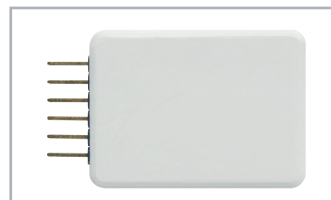
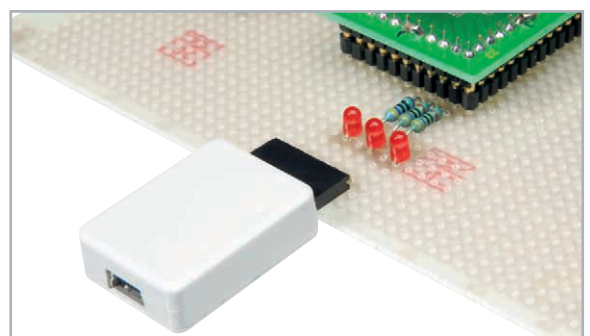

Bild 8: UM 2102 im bearbeiteten Gehäuse
Bild 9: Auch im Gehäuse lässt sich das Modul noch flexibel einsetzen.
- Optional kann man das Modul auch in das Gehäuse DRO3 (Artikelnr.: JB-760-12) einbauen (siehe Abbildung 8). Dafür wird ST 2 mit einer abgewinkelten Stiftleiste bestückt und Aussparungen für die USB-Buchse und die Stiftleiste in das Gehäuse gefräst. So kann das Modul wie ein eigenständiger USB-UART-Umsetzer benutzt, aber auch mal schnell als optionale Debug-Schnittstelle zum Aufstecken verwendet werden. Abbildung 9 zeigt diesen Einsatz. Ein derart ausgeführtes Modul ist so auch der ideale Helfer bei der Entwicklung eigener Applikationen. **ELV**